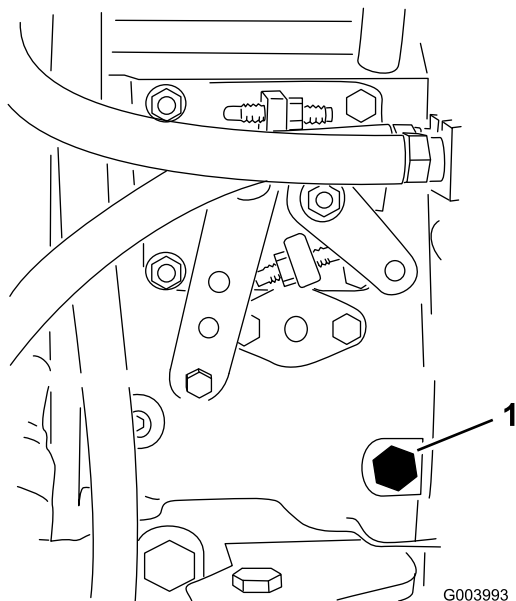

Figura 37
3. Abra el tornillo de purga de aire de la bomba de inyección de combustible (Figura 37) con una llave de 12 mm.